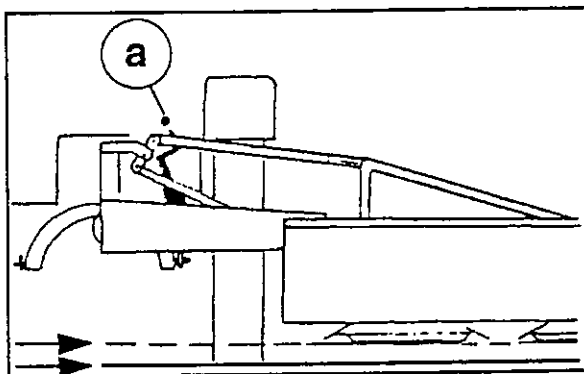

Bild 4-16
5. Untere Lenker über Hebel (a) so einstellen, daß die ausgehobene Maschine etwa waagrecht hängt (Bild 4-16).